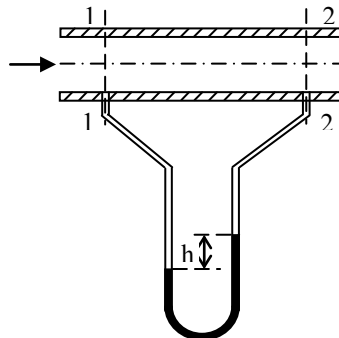

Рисунок 4.6
**4.2.6** До перерізів 1 і 2 горизонтального трубопроводу, по якому перекачується рідина P1, приєднані трубки диференціального манометра із рідиною P2. Визначити різницю тисків у вказаних перерізах, якщо різниця рівнів в двох колінах манометра h (див. рис. 4.6).